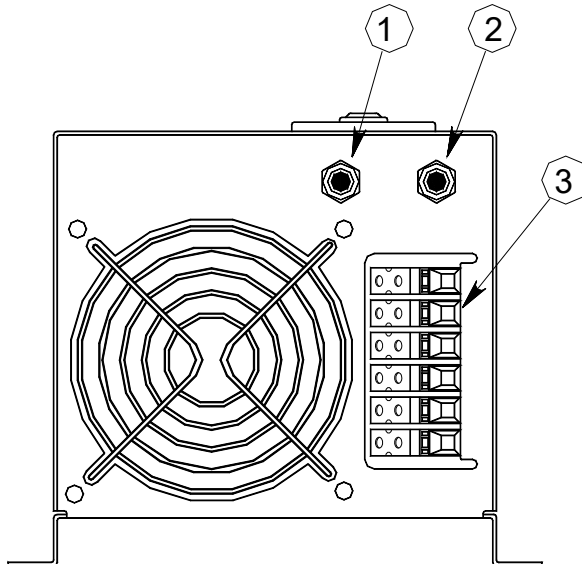

Рисунок 5 – Правая панель ИБП моделей АТС 4000 W, АТС 6000 W
- подключить подводящие сетевые проводники и проводники нагрузки к клеммным колодкам входа и выхода переменного тока ИБП (поз. 3, рисунок 5) в строгом соответствии с маркировкой, нанесенной на корпусе изделия, причем подключение следует производить обязательно по трехпроводной схеме: "фаза" (L) – "нейтраль" (N) – "защитное заземление" (⊕);
- подключить соединительные проводники АБ к плюсовой (поз. 3, рисунок 5) и минусовой (поз. 2, рисунок 5) клеммам на левой панели ИБП;
- установить на клеммы для подключения АБ (поз. 2 и 3, рисунок 5) защитные кожухи из комплекта поставки и закрепить их с помощью самонарезающих винтов М3х8 DIN 7981 С, также входящих в комплект поставки.